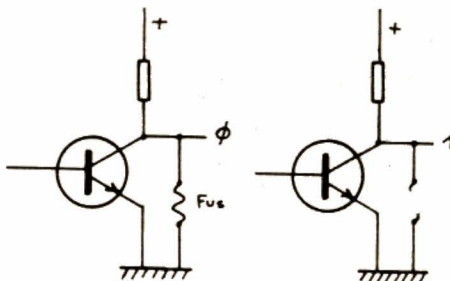

FIGURE 9. – Principe des sorties des PROMS fusibles.
– **Les PROM.** Ce sont des mémoires programmables, mais non effaçables. La technologie est très différente et basée sur le principe du « fusible ». Très schématiquement, on peut dire que les données sont accessibles sur des transistors de sorties (voir fig. 9). A l'origine, tous les transistors sont court-circuités par des conducteurs fusibles. Dans ces conditions, toutes les sorties sont en permanence à 0. La programmation consiste à « griller » les fusibles sur les sorties à mettre à 1. Une fois grillé, on comprend facilement qu'il n'est plus possible de revenir en arrière !